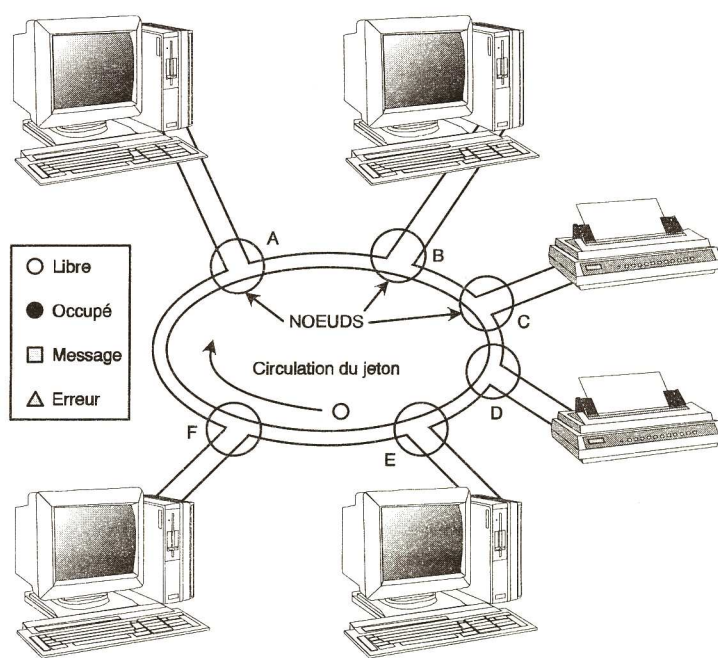

Fig. 8
- La technique Newhall (permis d'émettre) utilisée pour le réseau en anneau à jeton (fig. 8) fait